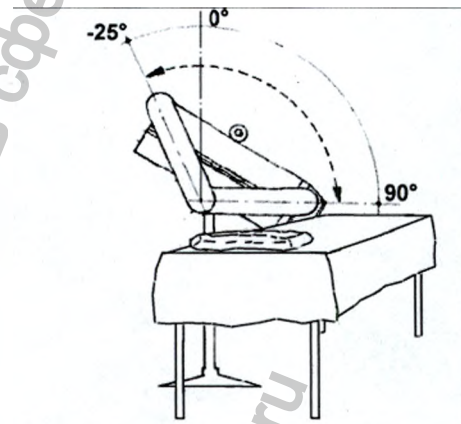

Рис. 26
- от 90° внутреннего вращения до -25° внешнего (рис.26)